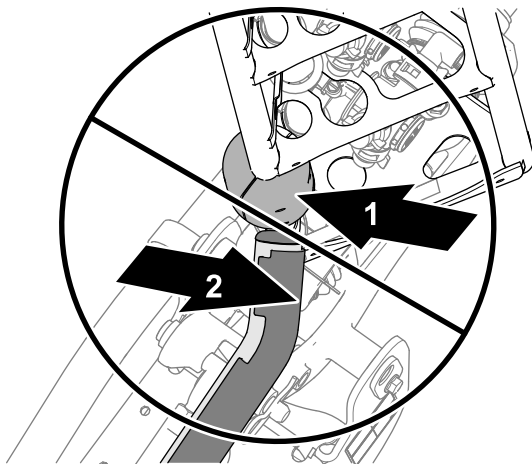
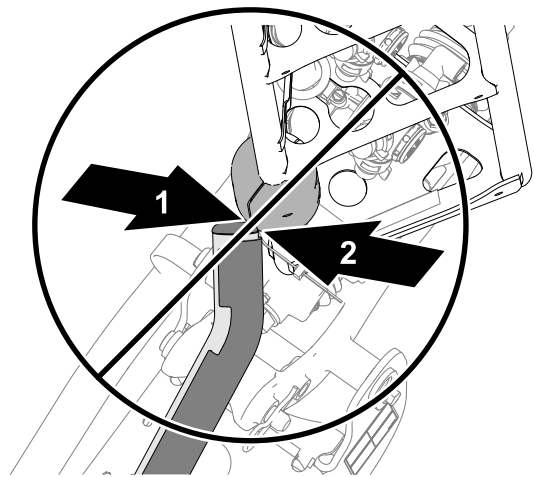
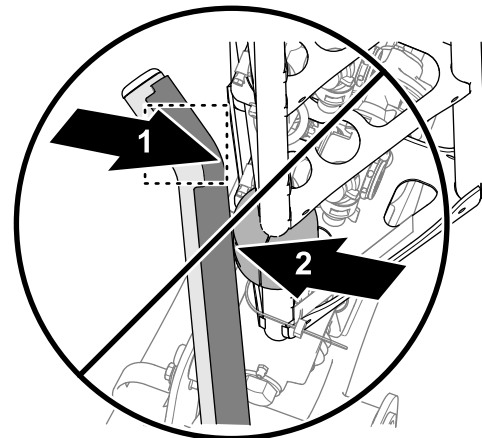

Bild 6
Bild 7
Bild 8
5. Wenn eines der oberen Gabelrohre nicht richtig mit dem Schiebepblock ausgerichtet ist, wie in Bild 6, Bild 7 oder Bild 8 dargestellt, stellen Sie die Position der Gabel ein, siehe Ausrichten der Gabeln an den äußeren Auslegern \(Seite 85\).